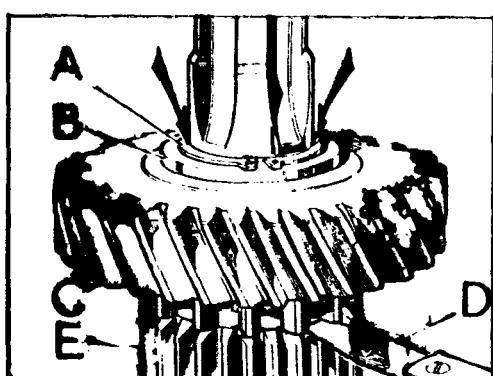

Fig. C-40 Comprobación del juego longitudinal del piñón de "Alta"
3.1. Montar el piñón de "Alta", C (Fig. C-40) sobre el eje de salida, E, y, a continuación, la arandela de empuje, B, y el arillo fiador, A.